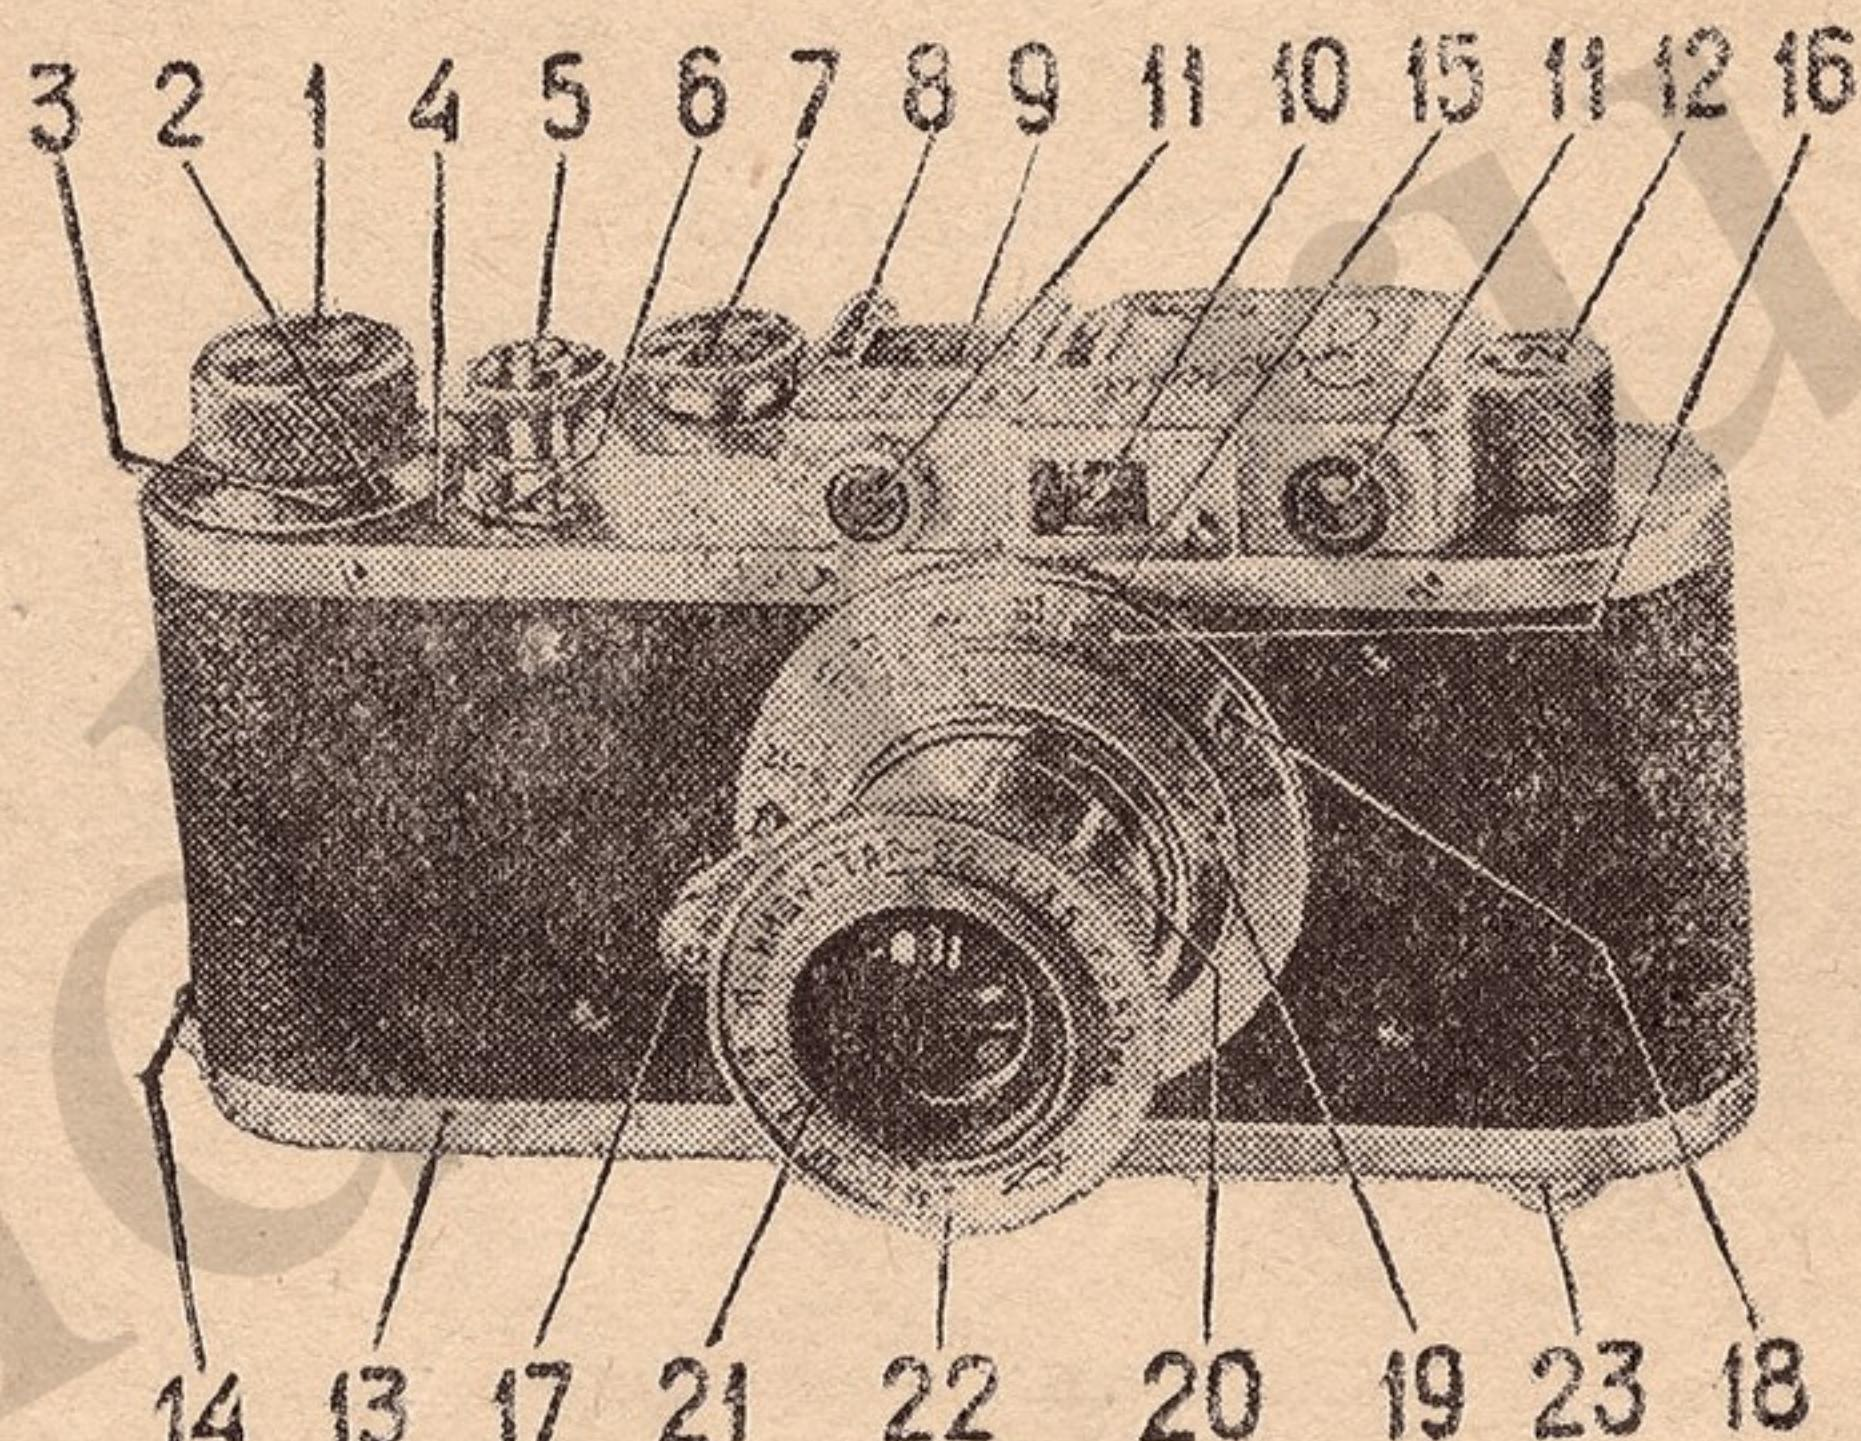
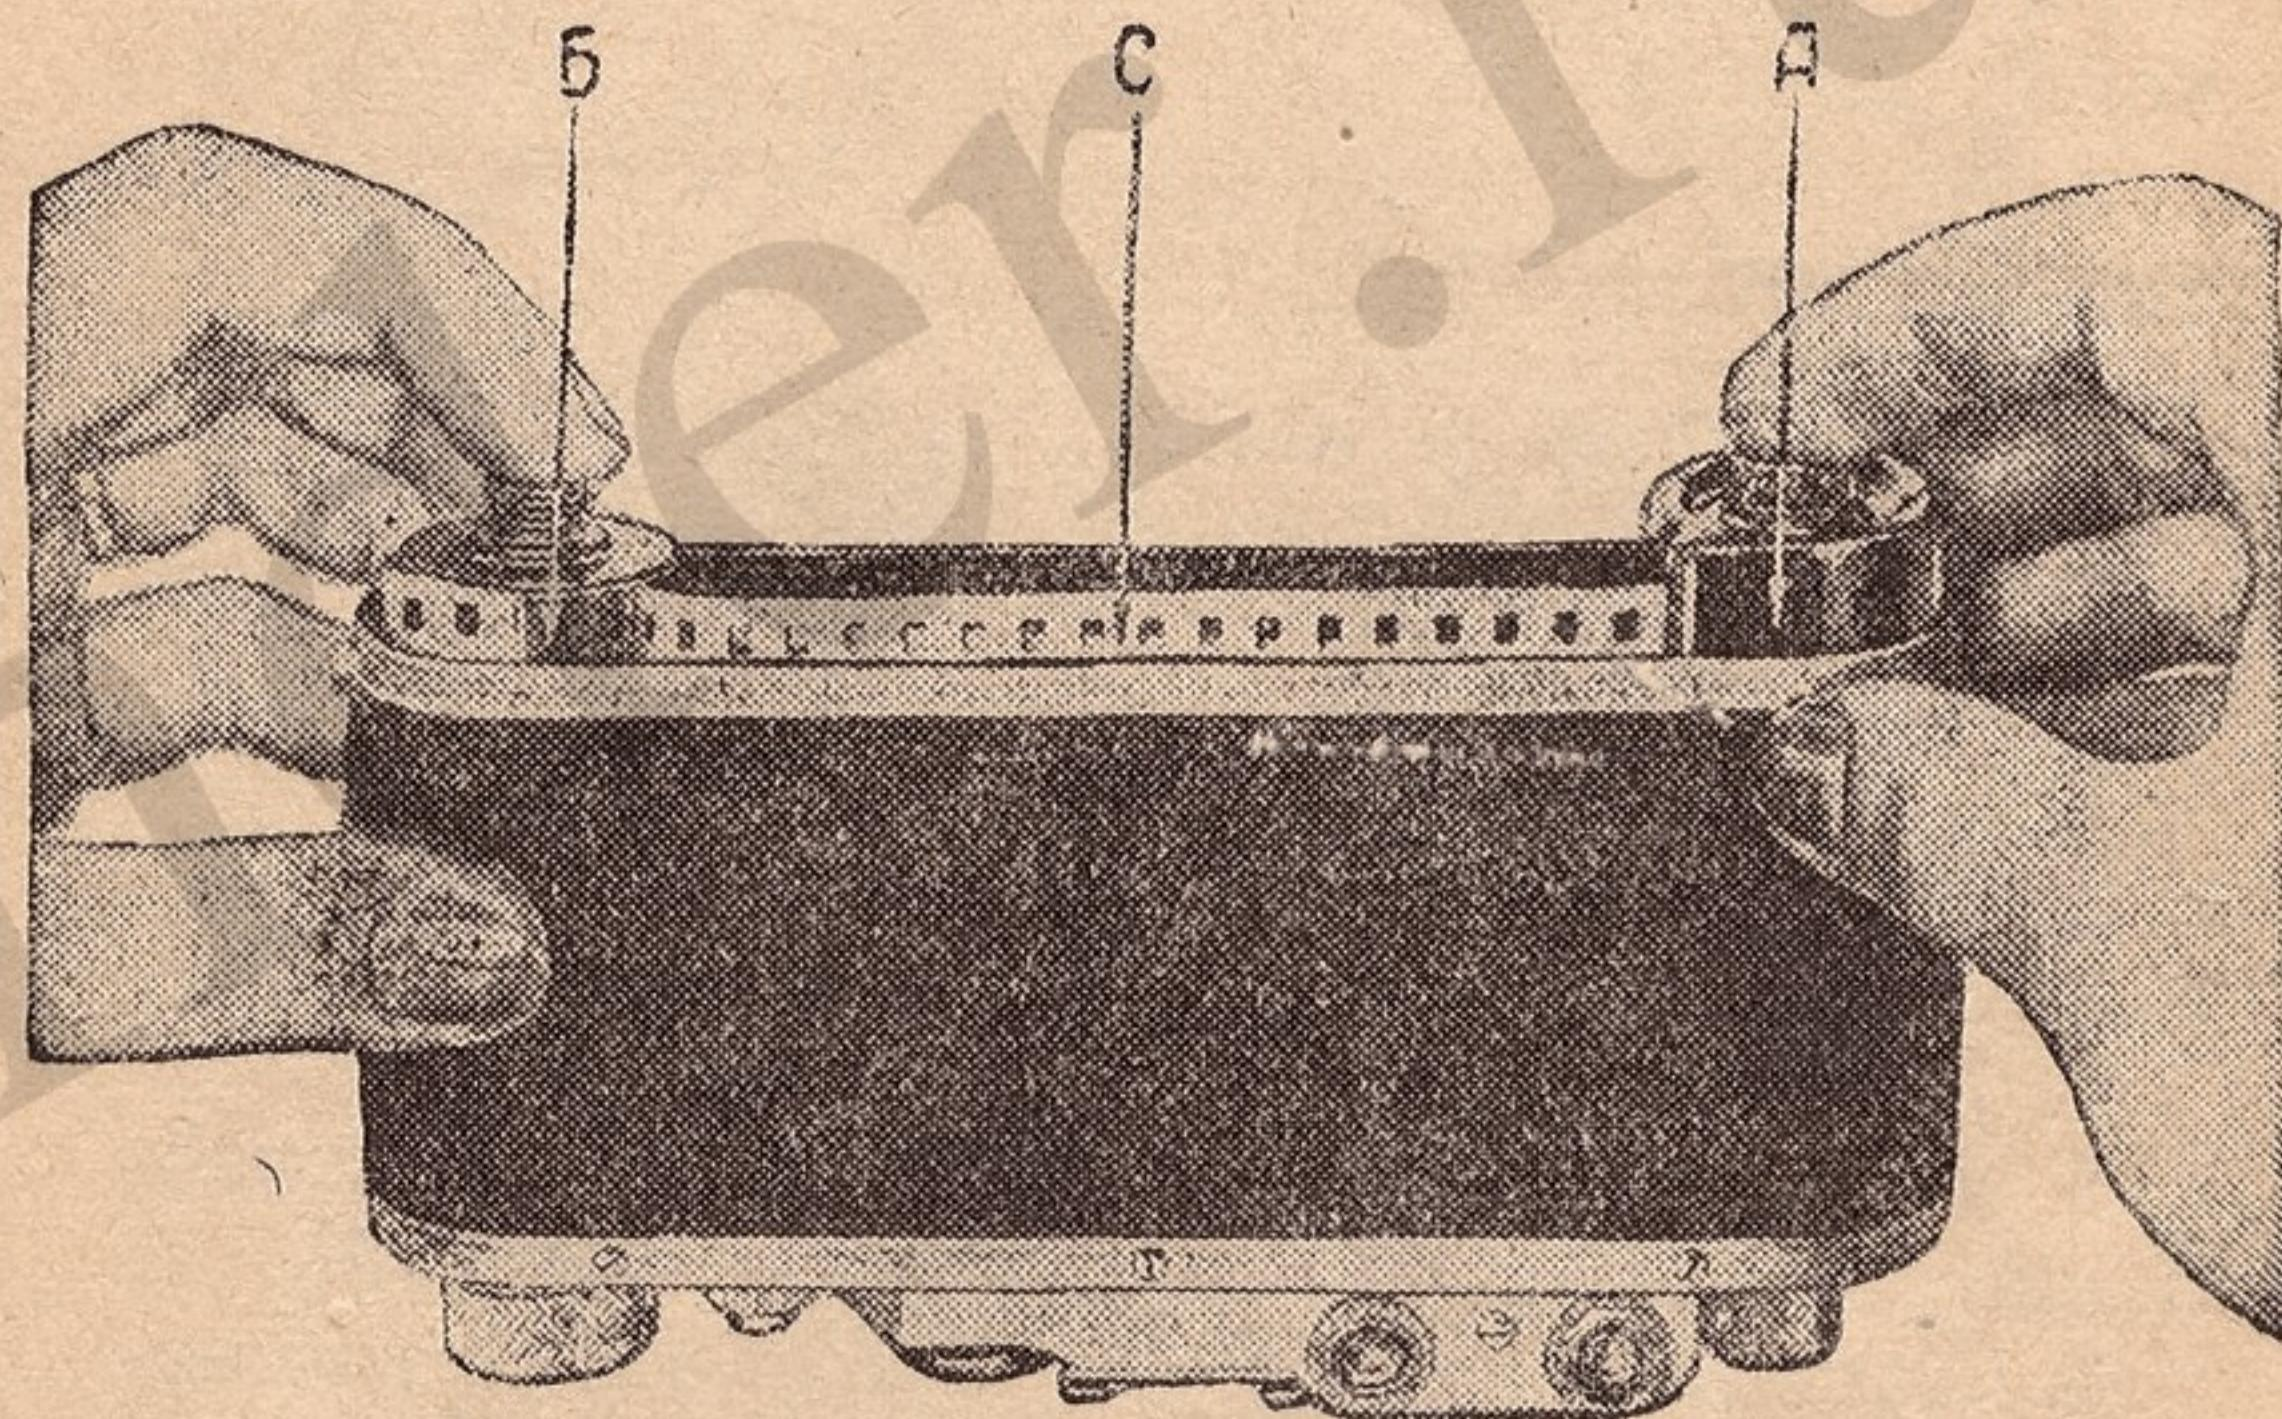

Рис. 1
Рис. 11
3. УСТРОЙСТВО ФОТОАППАРАТА И ПРАВИЛА ОБРАЩЕНИЯ С ЕГО ЧАСТИМИ ПРИ РАБОТЕ (рис. 1).
4. Открытую камеру поставьте объективом от себя (рис. 11). Держа кассету «А» правой рукой, а катушку «Б» левой, введите пленку в прорезь «С», равномерно опуская их в гнезда. Если кассета не доходит до места, то поверните ручку обратной перемотки 12 (рис. 1).
5. Оденьте нижнюю крышку 13 (рис. 1), плотно прижмите ее и поверните дужку замка 23 по часовой стрелке на пол-оборота. Стрелка замка будет указывать на «Закрыто». Проверьте, замкнута ли крышка.
6. Два раза заведите механизм, нажимая спусковую кнопку 5 после каждого завода, наблюдая при этом, правильно ли тянет механизм пленку и вращается ли головка обратной перемотки пленки 12 (рис. 1).
7. Установить «0» шкалы счетчика 2 против указателя 4 (рис. 1).
1. Нажмите на спусковую кнопку 5 (рис. 1). (Объектив должен быть закрыт крышкой).
3. Вытяните головку обратной перемотки пленки 12 (рис. 1 и 17) и вращайте ее по направлению стрелки. Конец перемотки обна-